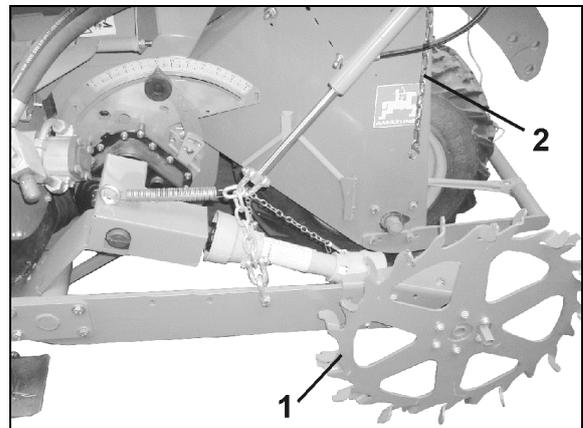

Fig. 65
4. Colocar la rueda estrellada (Fig. 65/1) en posición de transporte y asegurar con la cadena (Fig. 65/1).